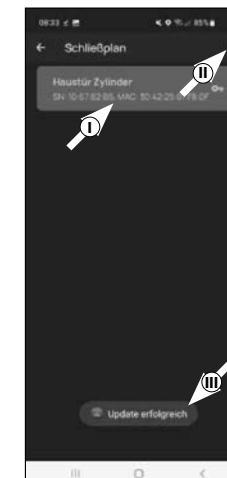

Afb. 1
- ① Open het menu 'Mijn systeem' (I) (Afb. 1)
- ② Tik op het vierde menupunt 'IV - Sluitplan' (II) (Afb. 1).